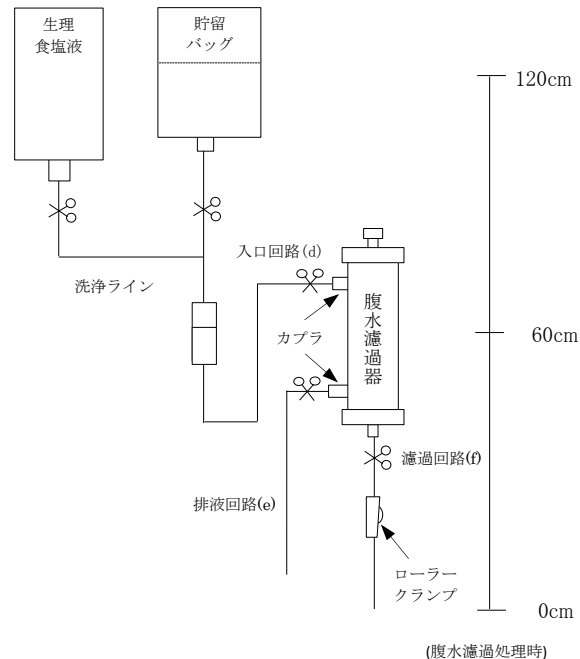

図9 外圧濾過法（落差式）の回路図
- *1) 原腹水を貯留した貯留バッグと入口回路(d)(エアー吸入口側)を接続する。(以降の手順に従い、図9の通り接続する)